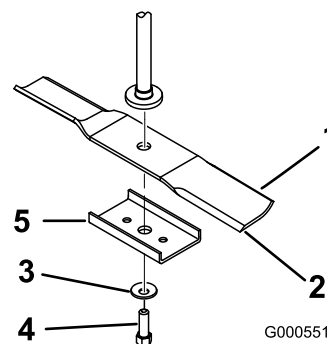

Figura 46
arandela curva, el refuerzo de la cuchilla y la cuchilla (Figura 46).
1. Instale la cuchilla en el eje (Figura 46).
2. Instale el refuerzo de la cuchilla, la arandela curva (con la copa hacia la cuchilla) y el perno de la cuchilla (Figura 46).